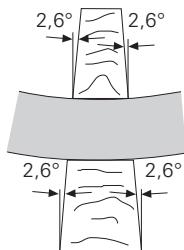

Fig. A17.01
- Al fine di non ridurre il funzionamento della morsa BFD (20), gli elementi non devono divergere più di 2,6° dal centro. (Fig. A17.01)
- Larghezza della compensazione interna (50) = min. 4 cm.